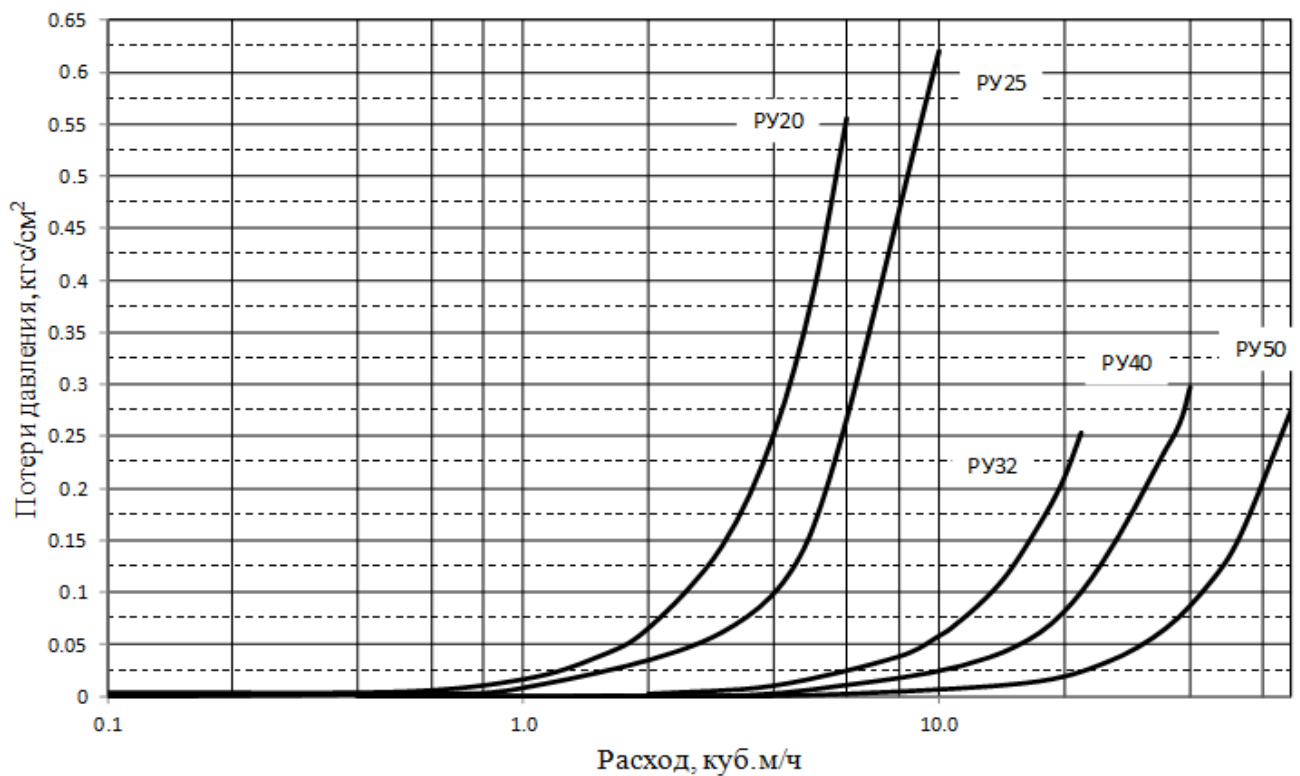

Рис. 3.1. Втрати тиску на ВД від РУ20 ... РУ50
3.12. Втрати тиску на ВД від РУ20 до РУ50 наведено на рис.3.1.